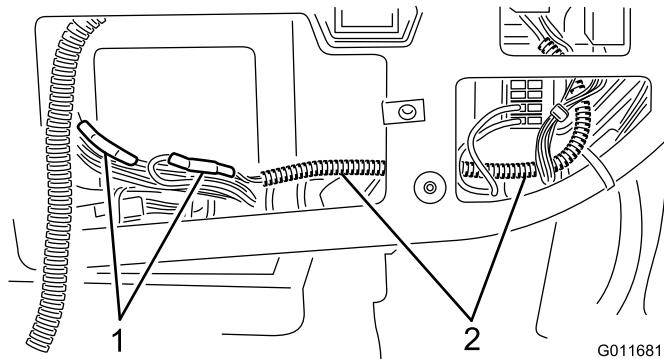

Figura 17
7. Una o fio a partir do interruptor do “divisor de caudal” (que vem da parte superior) com o novo fio cinzento da cablagem da ligação adicional (Figura 17). Aqueça a retracção por calor da junção.
8. Una a outra metade do cabo castanho/branco do divisor de caudal ao cabo castanho/branco da nova cablagem (Figura 17). Aqueça a retracção por calor da junção.